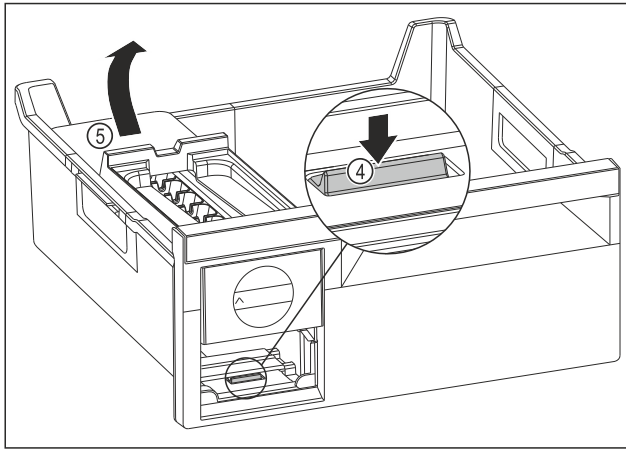

Fig. 105
- ▶ EasyTwist-Ice-Korpus entnehmen: Lasche Fig. 105 (4) mit Finger nach unten drücken und gleichzeitig mit der anderen Hand den EasyTwist-Ice-Korpus Fig. 105 (5) von hinten anheben.